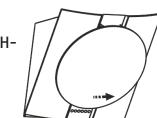

рис. 4
- 6.1.1 Перед установкой вытяжки снимите алюминиевый фильтр (рис. 4).
- потяните за нижний край откидной панели, как показано на рис.4 и откройте ее до упора ;
- снимите алюминиевый фильтр, для этого нажмите на пружинный замок фильтра и потяните его на себя (рис. 4 А).